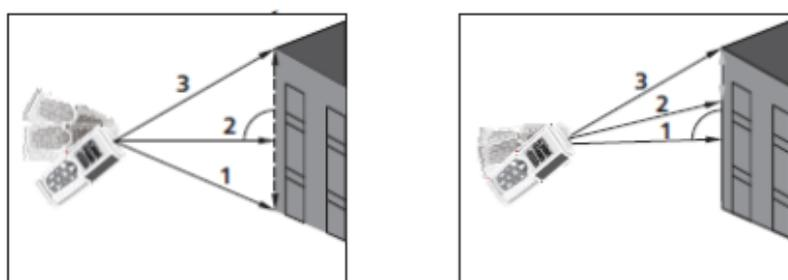

Abb. 8: Beispiele von indirekten Messungen mit 3 Punkten
- Stellen Sie das Gerät in die niedrigste Stellung (1) für die Messung (siehe Abb. 8) und drücken Sie die  Taste. Das Ergebnis erscheint im ersten Teildisplay. Das Symbol "" erscheint auf dem Display mit blinkender Seite "2"
- Stellen Sie das Gerät so waagrecht wie möglich (2) für die Messung (siehe Abb. 8) und drücken Sie die  Taste. Das Ergebnis erscheint im zweiten
5. Stellen Sie das Gerät in die höchste Stellung (3) für die Messung (siehe Abb. 8) und drücken Sie die  Taste